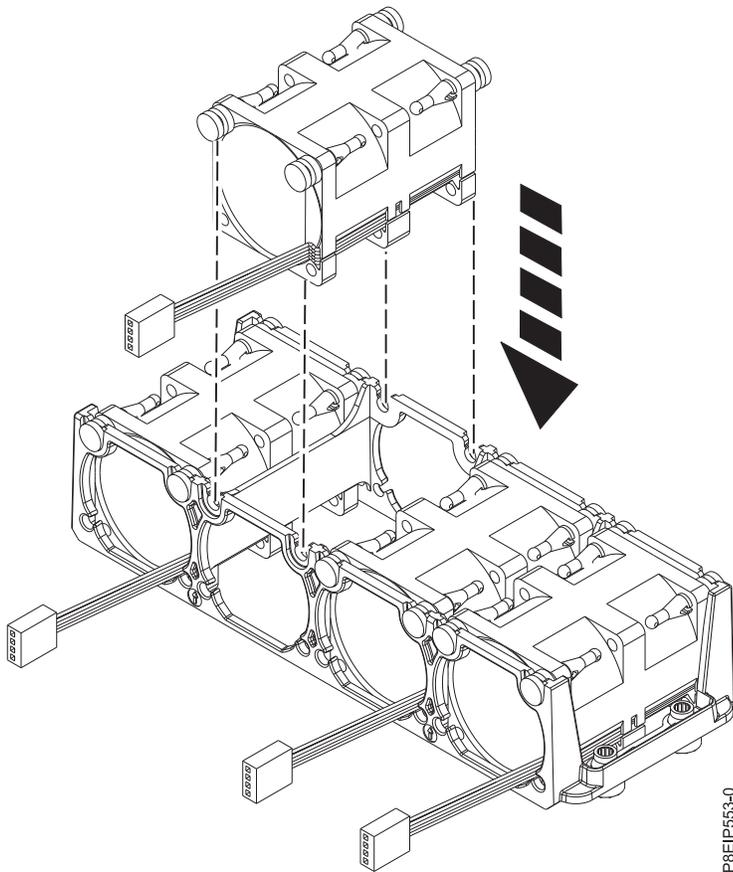

Figure 14. Remplacement d'un ventilateur
2. Avec le support de ventilateur levé, poussez le ventilateur dans le boîtier comme indiqué dans la figure 14, à la page 18. Faites passer les câbles du ventilateur à travers le support du ventilateur. Alignez les vis de butée du ventilateur avec les emplacements du support de ventilateur.